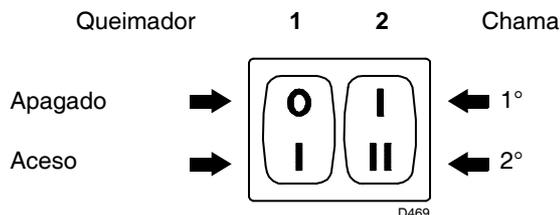
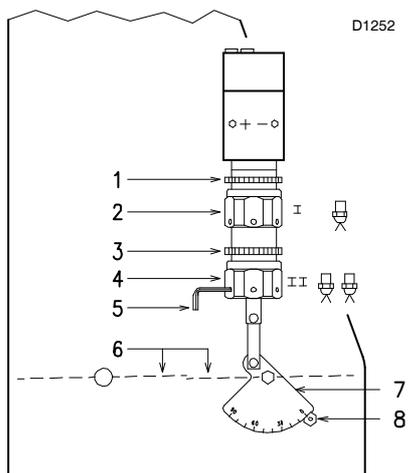

Fig. 20
Fig. 21
- Colocar em funcionamento o queimador fechando os termóstatos e com o interruptor 1) (pag. 18, Fig. 20) na posição "ACESO". A bomba deve rodar no sentido da seta que está marcada na cobertura.
- Quando o gasóleo sai pelo parafuso 3), indica que a bomba está alimentada. Parar imediatamente o queimador: interruptor 1) (pag. 18, Fig. 20) na posição "DESLIGADO" e aparafusar o parafuso 3).
Colocar o interruptor 1) (Fig. 20) na posição “ACESO”.
Manter o queimador funcionando na 1ª chama, colocando o interruptor 2) (Fig. 20) na posição 1ª chama. A abertura do registo 6) (Fig. 21) deve ser proporcional à da boquilha escolhida: o índice 8) (Fig. 21) deve corresponder com o número da posição indicada no sector graduado 7) (Fig. 21). A regulação faz-se rodando o hexágono 2) (Fig. 21):
Colocar o interruptor 2) (Fig. 20, pag. 18) na posição 2ª chama e regular o registo 6) (Fig. 21) actuando sobre o hexágono 4) (Fig. 21), depois de se ter aliviado o aro 3) (Fig. 21).
para facilitar a regulação dos hexágonos 2) e 4) (Fig. 21), utilizar uma chave hexagonal de 3 mm 5) (Fig. 21).